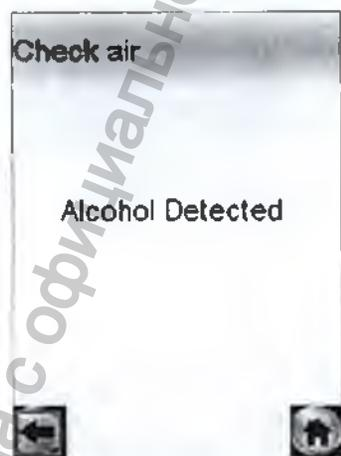

Рисунок 13 – В мундштуке или в заборной системе обнаружен алкоголь
2.7.15 Если при выполнении 2.7.3 настоящего РЭ в мундштуке или в заборной системе будет обнаружен алкоголь, на дисплее анализатора появится сообщение «Alcohol Detected» (рисунок 13).